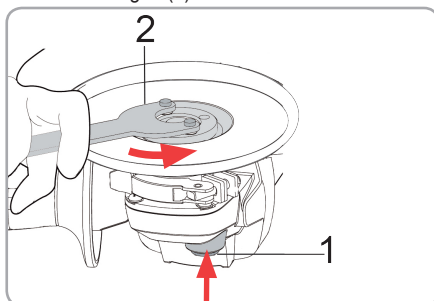

Fig.8
- Apăsați puternic pârghia de blocare a axului astfel încât arborele să nu se poată roti Fig. 8 (1).
- Folosiți cheia pentru piuliță și strângeți ferm în sens orar. Fig. 8 (2).